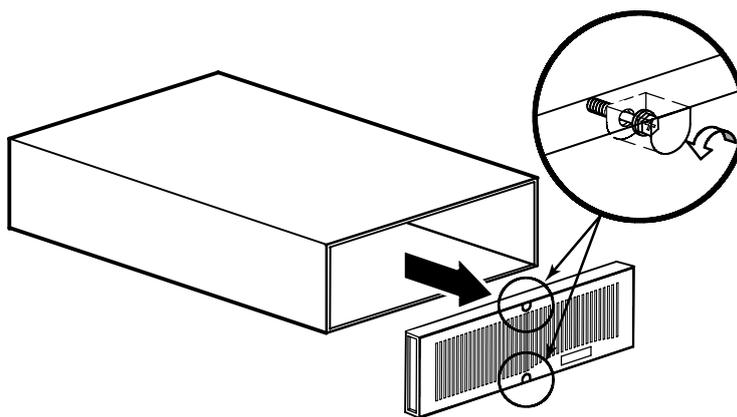

Abbildung 11. Entfernen der Frontplatte des EBMs
2. Die Frontplatte des EBMs entfernen (siehe Abbildung 11).